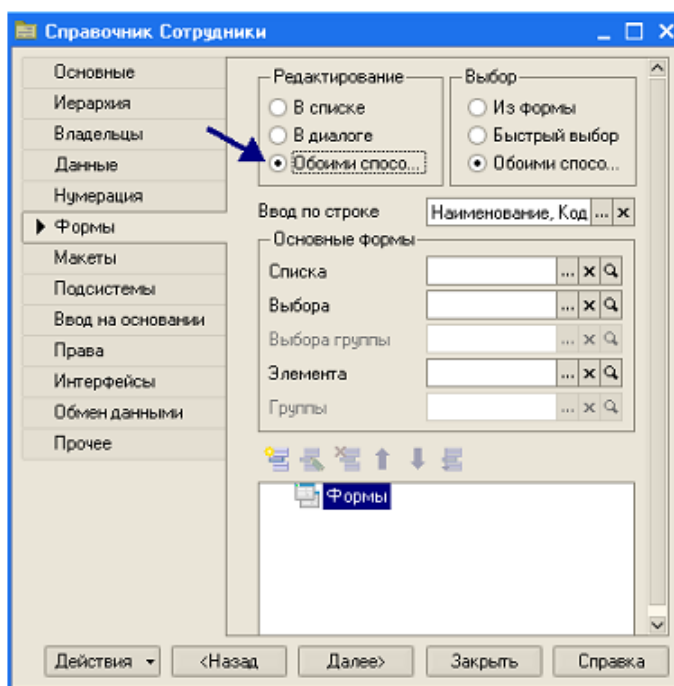

Рис. 24
- учитывая, что редактирование справочника **Сотрудники** в списке невозможно, так как он имеет табличную часть, выберите соответствующий вариант редактирования справочника. Для этого перейдите на закладку *Формы* (рис. 24) и установите переключатель **Обоими способами**.